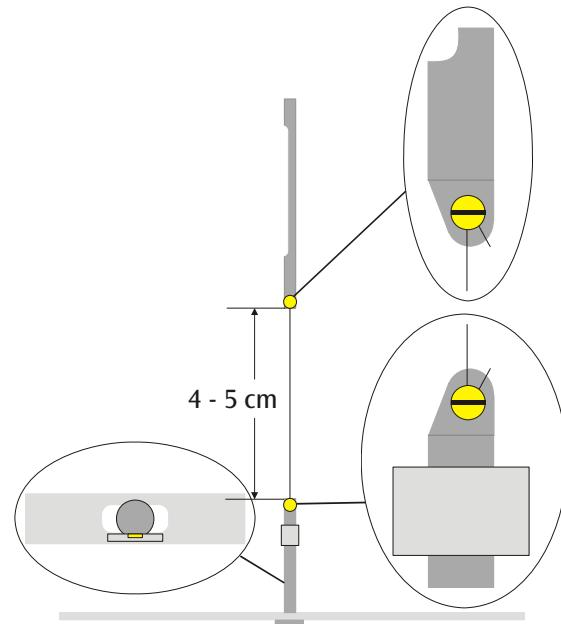

Fig. 3 Representação esquemática do pêndulo de torção (corte à esquerda: travessão de suporte com suspensão inferior, visto desde em cima)
- Aparafusar a suspensão inferior centralmente sobre o travessão de suporte interior. Nisto ter cuidado, que a superfície do espelho esteja paralela para o travessão de suporte (ver Fig. 3).
- suspensões (ver Fig. 3).